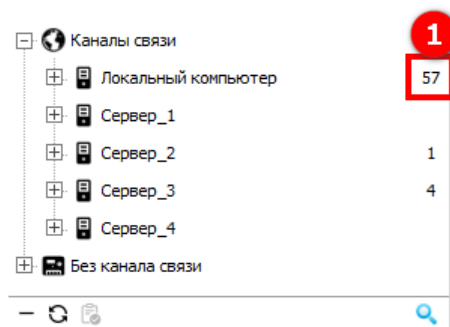

Рисунок 275 – Отображение количества опрашиваемых каналов связи в дереве Каналы связи
В правой части дерева, напротив группы каналов связи указано цифровое обозначение (1) (см. рисунок 275), показывающее количество каналов связи в данной группе, по которым в текущий момент времени осуществляется сбор данных. Например, цифра 57 на рисунке 275 означает, что в текущий момент времени опрашиваются 57 каналов связи, входящие в состав группы каналов связи «Локальный компьютер».